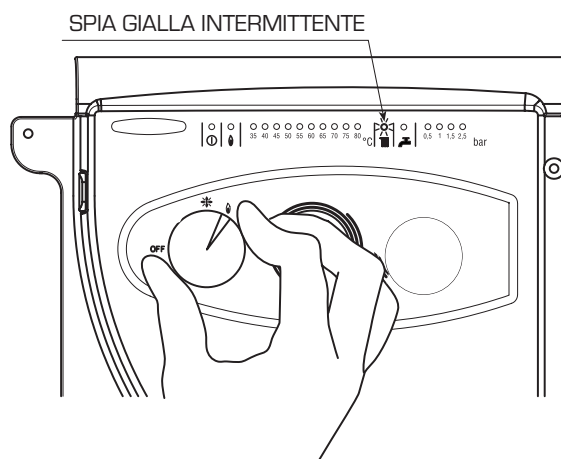

Fig. 22
Per effettuare la verifica di combustione del singolo modulo ruotare il selettore e sostare su posizione (I) fino a quando il led giallo (■) non inizia a lampeggiare (fig. 22). Da quel momento il modulo inizierà a funzionare in riscaldamento alla massima potenza con spegnimento a 80°C e riaccensione a 70°C.